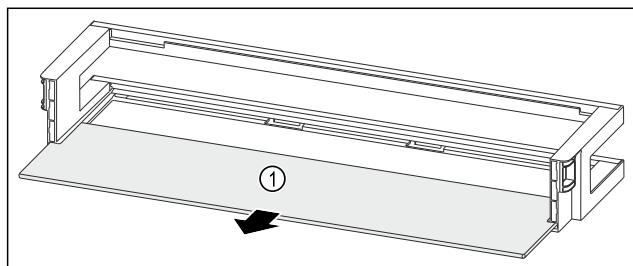

Fig. 229 Balconnet de contre-porte avec tablette de rangement
- Retirer la tablette de rangement Fig. 229 (1).